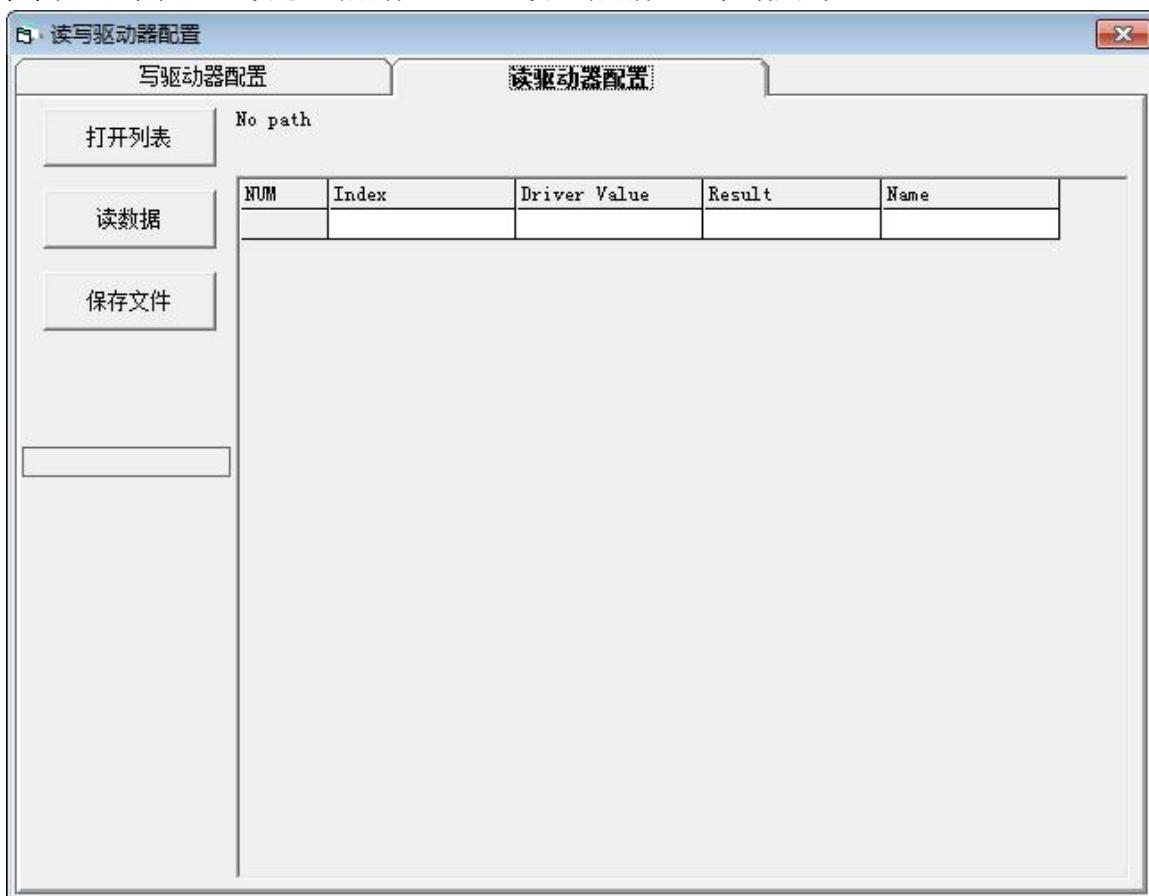

图 5-6 读驱动器配置
- 点击“打开列表”，选择软件安装路径下的参数列表文件（.cd0），参数列表会显示在图 5-6 的窗口中。